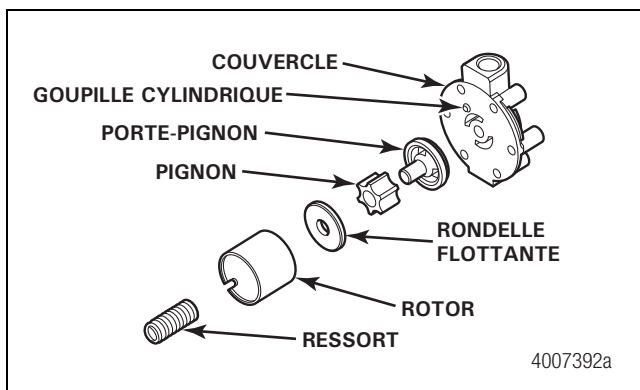

Figure 4.8
- B. Taper légèrement pour déloger le porte-pignon du rotor. Le pignon et la rondelle flottante se séparent du porte-pignon. Figure 4.8.